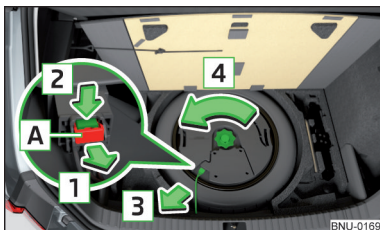

Fig. 319
- › Tirez sur la fiche du verrouillage **A** dans le sens de la flèche **1** » fig. 319 .
- › Vissez les écrous dans le sens inverse de la flèche jusqu'à la butée **4** » fig. 319.